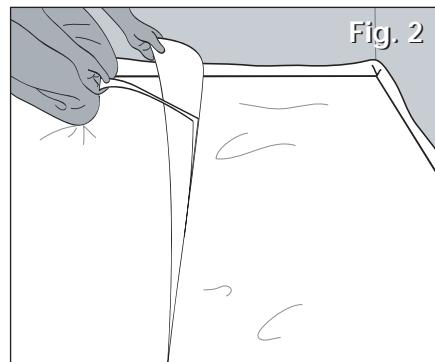

Fig. 2
5. Again reach under and grab the overlap flap. Pull the flap up and fold it back to expose the peel and stick strip. Remove the white protective cover from the adhesive strip (see Fig. 2). Lay overlap flap across the first row of underlayment and press into place (see Fig. 3).
5. Saisir à nouveau le rabat de chevauchement par le bas. Tirer le rabat vers le haut et le plier de façon à exposer la bande collante pelable. Enlever la garniture protectrice blanche de la bande collante (voir la Fig. 2). Poser le rabat de chevauchement sur la première rangée de sous-finition et la presser en place (voir Fig. 3).
5. Agarre nuevamente la solapa de superposición por debajo. Tire de la misma hacia arriba y doblela de forma que se deje al descubierto la tira adhesiva. Quite el recubrimiento protector blanco de la tira adhesiva (vea la Fig. 2). Ponga la solapa de superposición sobre la primera hilera de la capa de insolación y ejerza presión sobre la misma en posición (vea la Fig. 3).